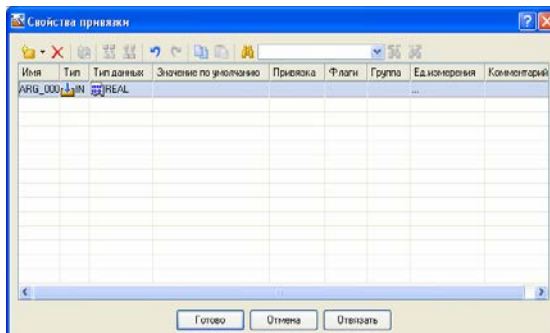

Рисунок 2.6 – Властивості прив'язки
- у вікні **Властивості прив'язки**, що відкрилося, натиснути ЛК по іконі  на панелі інструментів і тим самим створити аргумент шаблону екрану (рис. 2.6);